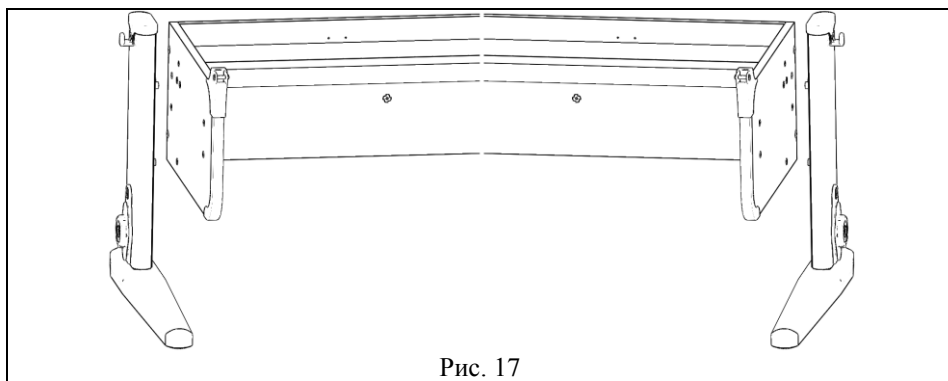

Рис. 17
5.3.1. Вставить левую стойку (сборка по п. 5.2) в основание стола (сборка по п. 5.1) согласно рис. 17.